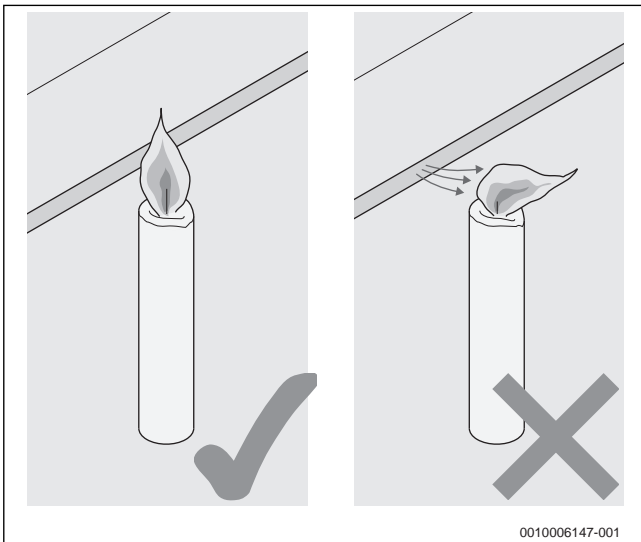

Рис. 52 Проверка мест уплотнения
- ▶ Опорожните бункер через крышку (→ рис. 52, [4], стр. 37).